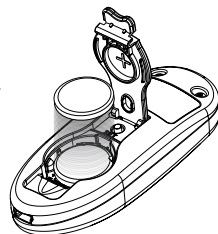

Figura 8
Abra la tapa de la pila ubicada en la parte posterior del medidor. Inserte una (1) pila de litio CR2032 de 3 voltios. El medidor debe emitir un sonido, encenderse y entrar en el modo de ajustes. Consulte la figura 8.